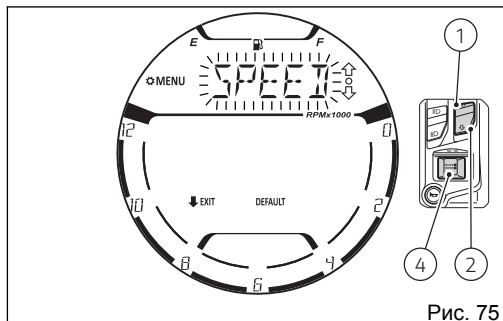
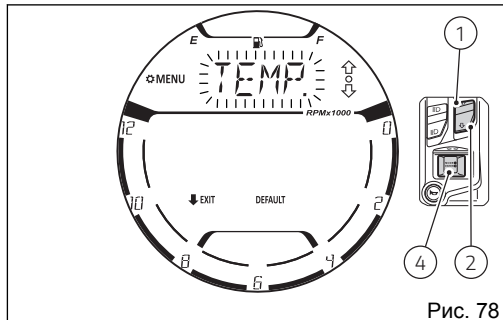
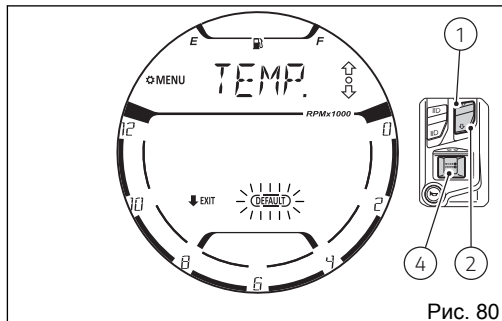

Рис. 75
Рис. 78
Рис. 80
При входе на страницу этой функции на приборной панели в качестве первой величины отобразится скорость/пройденное расстояние SPEED (Рис. 75).
При каждом нажатии кнопки (1) или кнопки (2) на приборной панели будут последовательно отображаться, мигая, параметр «TEMP.» (Рис. 78) и рамка с надписью «DEFAULT» (Рис. 80), после чего снова начнет мигать надпись «SPEED» (Рис. 75).
Выберите кнопками (1) или (2) мигающую надпись «TEMP.» (Рис. 78), а затем нажмите на кнопку (4).
После этого на дисплей снова выводится мигающая надпись «TEMP.» (Рис. 78).
Можно восстановить единицы измерения всех параметров, отображаемых на приборной панели. Выберите кнопками (1) или (2) надпись «DEFAULT» в мигающей рамке (Рис. 80) и нажмите на кнопку (4).